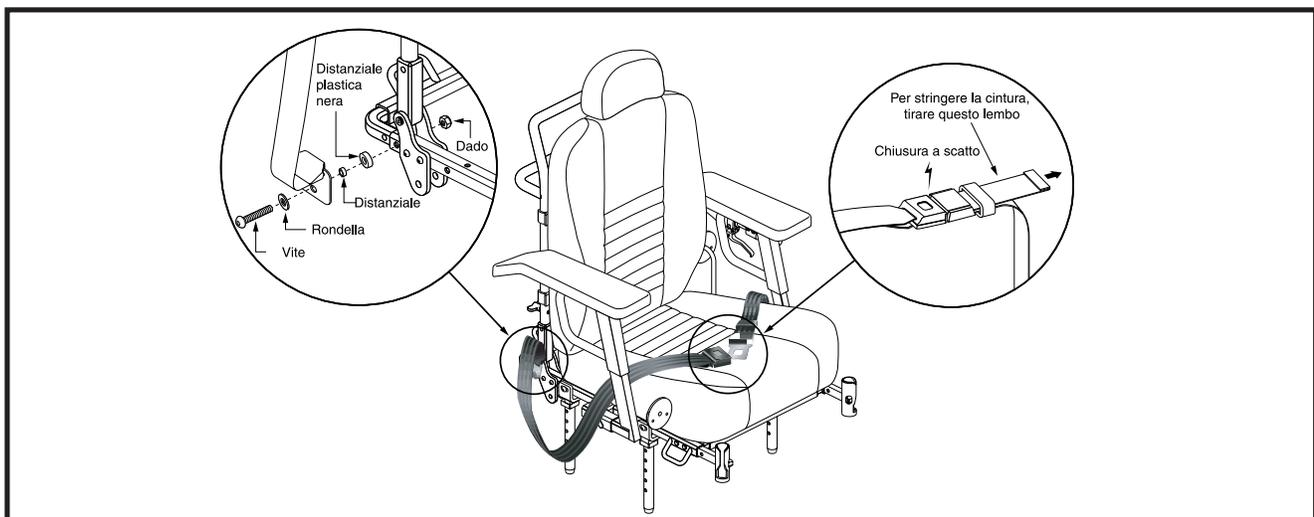

Figura 24. Installazione e regolazione della cintura di posizionamento
La carrozzina elettrica può disporre di una cintura di posizionamento regolabile secondo la comodità dell'operatore. Vedere figura 24. La cintura di posizionamento è progettata per sostenere l'operatore in modo che non scivoli verso il basso o in avanti nel sedile e può essere regolata per maggiore comfort dell'operatore. La cintura di posizionamento non è prevista per essere usata come dispositivo di contenimento.
1. Inserire la vite attraverso la guarnizione e la barra di montaggio sull'estremità della cintura di posizionamento. Vedere figura 24.